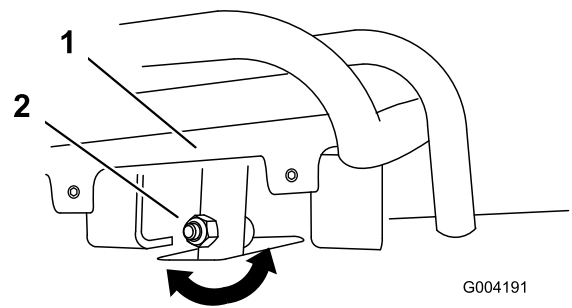
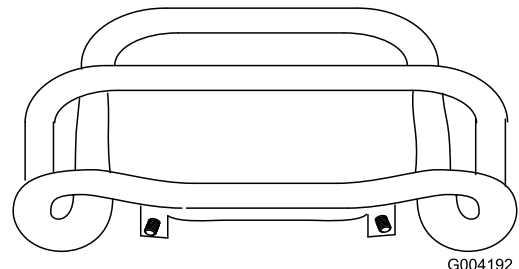

Figura 53
Figura 54
4. Si la parte delantera del control de tracción no queda enrasada con y paralela a la barra de referencia, afloje la tuerca y el perno del tubo del control de tracción (Figura 53).
5. Ajuste el control de tracción hasta que quede enrasado con la barra de referencia al tirar del mismo hacia atrás del todo (Figura 53 y Figura 54).
- C. Afloje la tuerca con arandela prensada y el perno del tubo del control de tracción (Figura 53).
I. Ajuste el control de tracción hasta que quede enrasado con la barra de referencia al tirar del mismo hacia atrás del todo (Figura 53 y Figura 54).